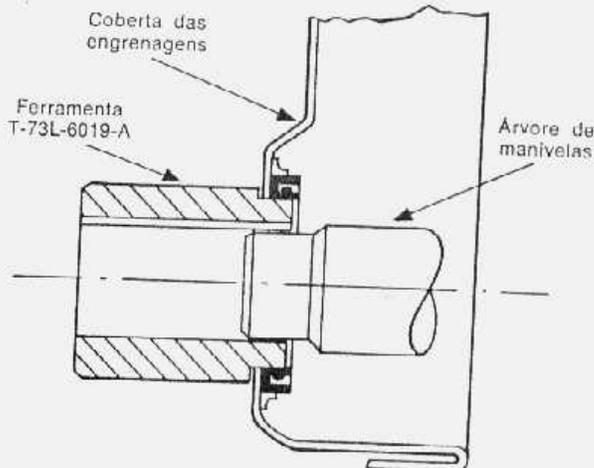

fig. 12 — centralização da cobertura das engrenagens da distribuição
6. Instalar a ferramenta T73L-6019-A (fig. 12) para centralizar a cobertura das engrenagens da distribuição com a árvore de manivelas.